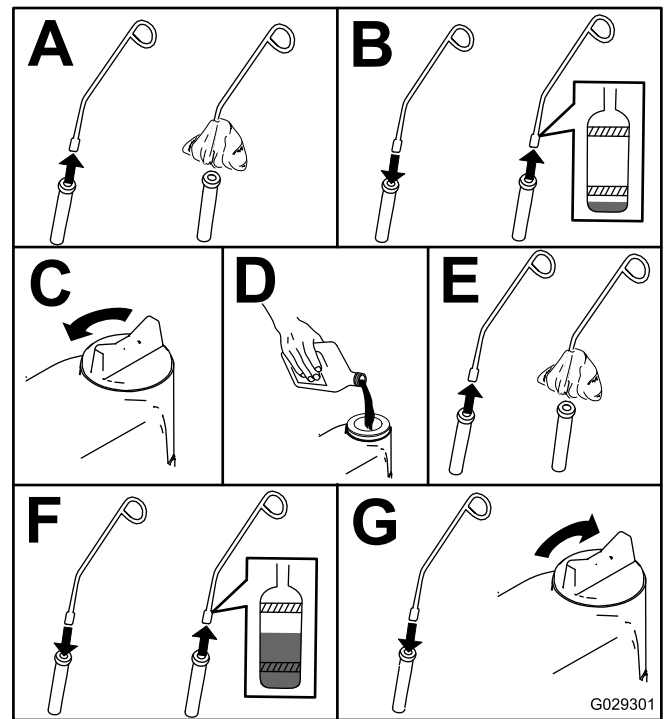

Figura 41
3. Compruebe el nivel de aceite del motor, según se muestra en Figura 41.